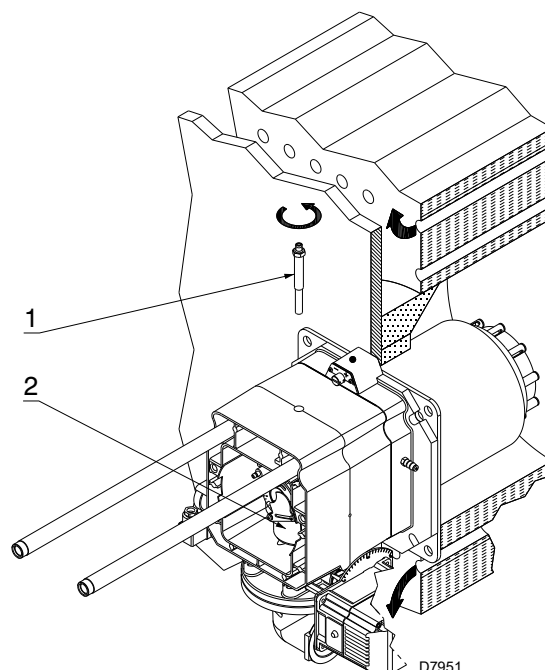

Fig. 15
- retirar o parafuso 1)(Fig. 15)
- extrair a parte interna 2)(Fig. 15) da cabeça e realizar a sua calibragem.
Neste ponto da instalação, a cabeça de combustão é fixada na caldeira como na Fig. 15. Assim, é particularmente fácil fazer a regulação da cabeça de combustão; regulação que depende unicamente da potência máxima do queimador.